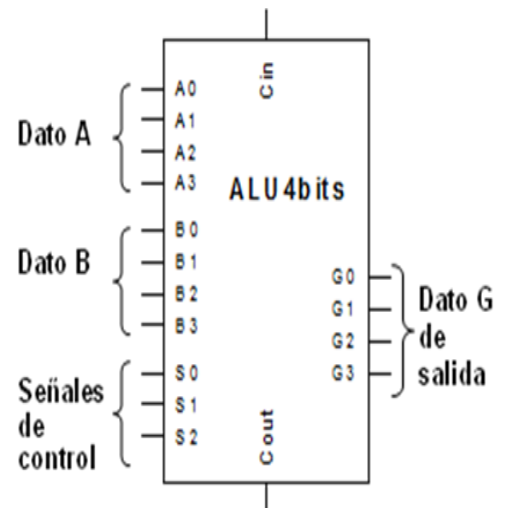

Figura 3.1: Operaciones que realiza la ALU. Esquema general de entradas y salidas.
Se pretende analizar, realizar y verificar, utilizando un simulador lógico, una Unidad Aritmético-Lógica (ALU) que sea capaz de operar con 2 datos A y B de 4 bits. Esta ALU proporcionará las operaciones aritméticas y lógicas indicadas en la *Figura 3.1*. Cada operación se seleccionará según el valor que tomen (1 ó 0) unas señales de control S_2, S_1, S_0 y un acarreo de entrada C_{in} .
- 1.1. **Analice teóricamente** los esquemáticos de los circuitos y etapas de la ALU mostradas en las *Figuras 3.2, 3.3 y 3.4*. Deduzca, razonadamente, para qué combinaciones de las señales de control S_2 , S_1 , S_0 y valor de C_{in} se realiza cada una de las operaciones indicadas en la *Figura 3.1*. El resultado indíquelo en la columna de la *Tabla 3.1* correspondiente a “Operaciones de la ALU deducidas Teóricamente”.
- 1.2. Ponga algunos ejemplos, con datos (A y B) de entrada de 4 bits, y obtenga teóricamente, para cada una de las operaciones dadas en la *Figura 3.1* el resultado (dato G) que debería obtenerse.
- En el Laboratorio, introduzca los ejemplos, deducidos teóricamente en el apartado (1.2), en el circuito de prueba y **deduzca experimentalmente** los valores de las señales de control S_2, S_1, S_0 y valor de C_{in} correspondiente a cada una de las operaciones indicadas en la *Figura 3.1* y **rellene la última columna** de la *Tabla 3.1*